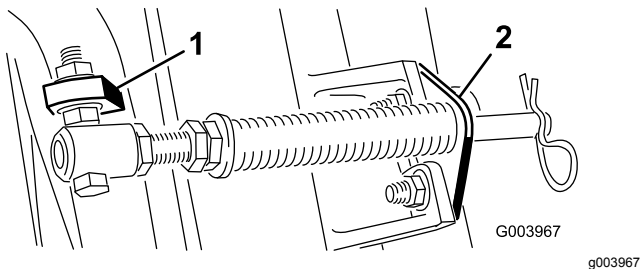

Figura 6
- C. Monte el perno del tubo del muelle a la otra pestaña del bastidor de tiro y fíjelo con la tuerca con arandela prensada. La cabeza del perno debe colocarse en el exterior de la pestaña, según se muestra en Figura 6.
- D. Monte el soporte de la varilla en las pestañas de la unidad de corte con los pernos de cuello cuadrado y las tuercas (Figura 6).